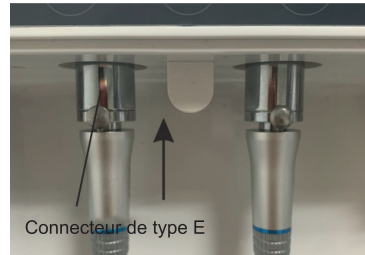

Figure 9
1. Ouvrez le couvercle de la porte (comme indiqué sur la figure 9) Installez la pièce à main dans le connecteur basse vitesse jusqu'à ce que la pièce à main et l'interface soient verrouillées.
2. Ouvrez le couvercle de la porte (comme indiqué sur la figure 9)